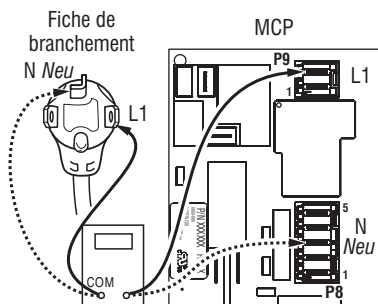

Figure 4 - Raccordement entre fiche et borne pour une sècheuse électrique.
4. Avec un ohmmètre, contrôler la continuité entre les broches L1 et N de la fiche de branchement du cordon d'alimentation et les bornes L1 et N du MCP. Voir figure 4.